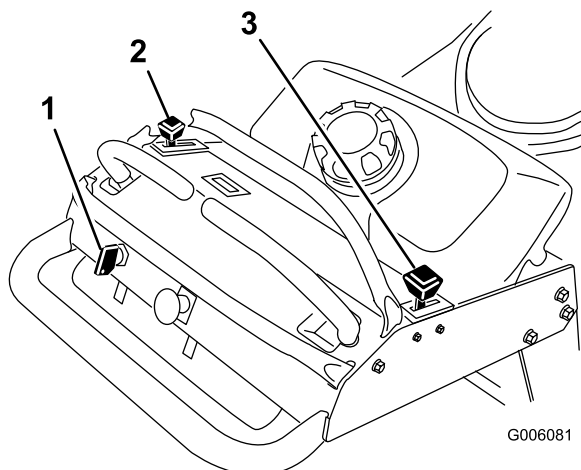

Figure 8
- Placez la manette d'accélérateur en position haut régime et la manette de starter en position activée avant de démarrer le moteur s'il est froid (Figure 8).
- Placez la manette d'accélérateur en position de bas régime (Figure 8).